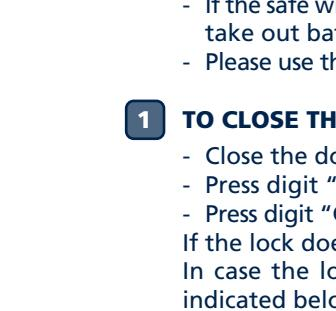

fig. 2
- Inserire la chiave nel foro, ruotare la chiave in senso orario di un quarto di giro e aprire la porta (fig. 2).